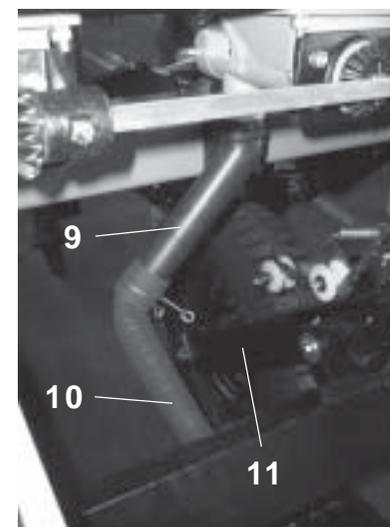

FIGURA 94
Para a linha ao lado do rodeiro (11), deverá a bica (9) e o mangote (10) serem montados na posição conforme mostra a figura ao lado, **conforme mostra a figura 94**.